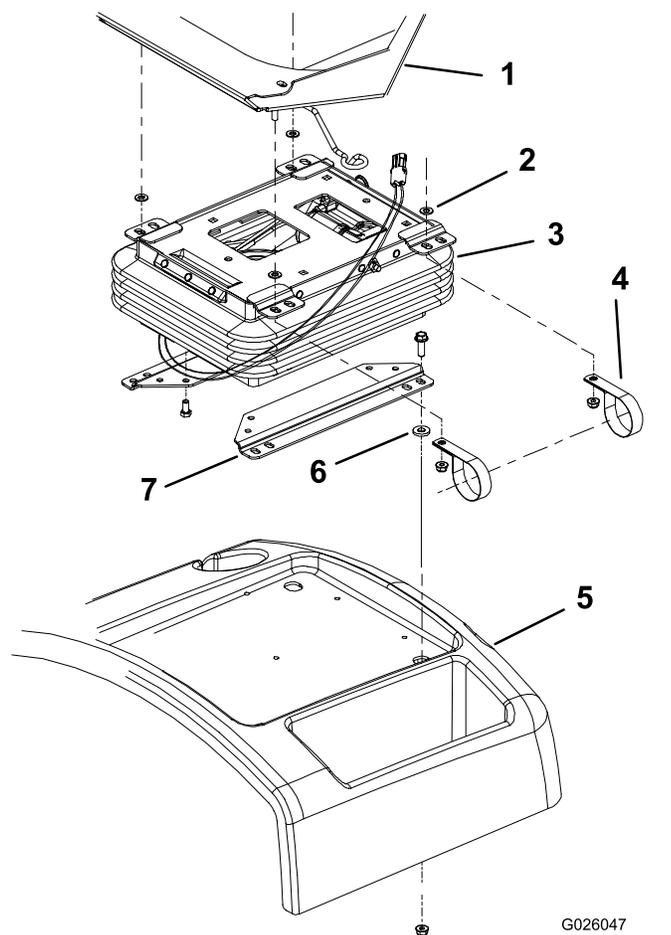

Figura 2
5. Retire as quatro porcas que prendem os ajustes do banco e os grampos do tubo manual à suspensão do banco (Figura 2).
7. Retire os quatro parafusos, espaçadores e porcas que prendem os suportes inferiores do banco à base do banco (Figura 2).
9. Retire os quatro parafusos que prendem a suspensão do banco aos suportes inferiores do banco (Figura 2).
1. Prenda a suspensão a ar do banco aos suportes inferiores do banco com os quatro parafusos previamente removidos (Figura 2).
2. Monte os suportes inferiores do banco na base do banco com os quatro parafusos, espaçadores e porcas previamente removidos (Figura 2).
3. Coloque o conjunto do banco na suspensão do banco. Certifique-se de que está uma anilha em cada perno de ajuste antes de colocar na suspensão (Figura 2).
4. Fixe os ajustes do banco e os grampos do tubo manual à suspensão do banco com as quatro porcas previamente removidas (Figura 2).